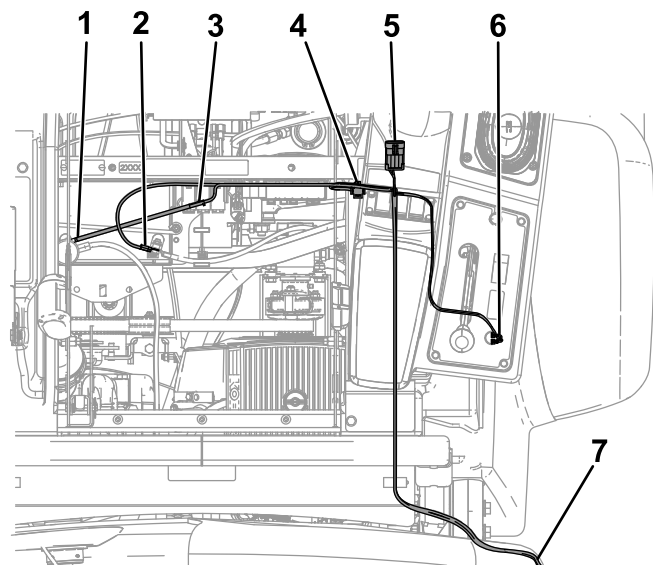

Bild 7
- Schließen Sie die beiden Anschlüsse des Kabelbaums am 2-Flachstecker des Schalters an (Bild 7).
- Stecken Sie den nächsten Anschluss in das Relais (Bild 7) und befestigen das Relais im äußeren Loch des Rahmens in der Nähe der vorhandenen Relais.
- Schließen Sie das durch Schmelzsicherung geschützte Verbindungsteil am roten Kabel an, das am Pluspol (+) der Batterie angeschlossen ist (Bild 7).
- Schließen das entfernt gelegene Ende des Kabelbaums an die Erdung des Sicherungsblocks an (Bild 7).